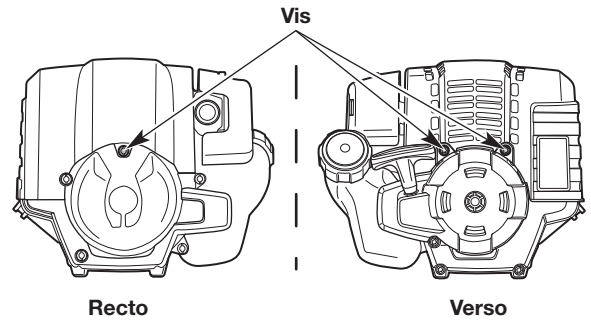

Fig. 34
2. Retirez les trois (3) vis du capot moteur avec un tournevis à tête plate ou un tournevis T-25 Torx (Fig. 34). Retirez le capot moteur.